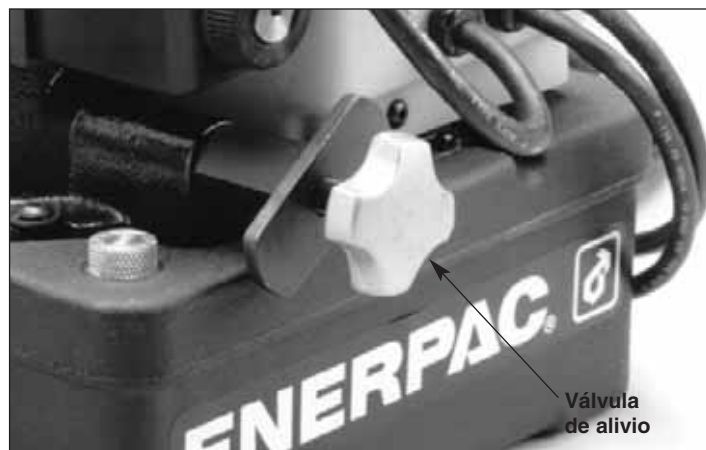

Figura 1, Válvula de alivio de la bomba
4. Suelte la contratuerca y retire la válvula de alivio (girándola en sentido antihorario) a fin de evitar la acumulación de presión no deseada. No se requieren herramientas para ajustar esta válvula. Ver figura 1.
2. Suelte la contratuerca y retire la válvula de alivio a fin de evitar la acumulación de presión no deseada. Consulte la figura 1.